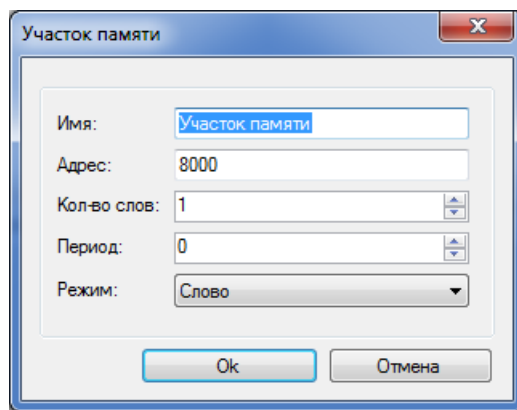

Рисунок 6.41
- вводятся параметры просматриваемого участка памяти (адрес, имя, количество, период, тип отображения) (см. рисунок 6.41);